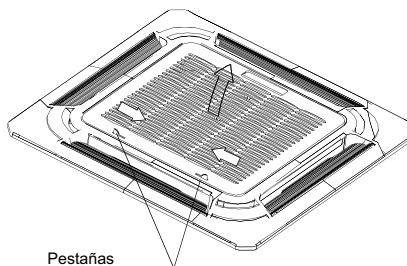

Fig.5-9
- Deslice al tiempo las dos palancas de la rejilla hacia el centro, y tire de ellas hacia arriba. (ver la Fig.5-9)